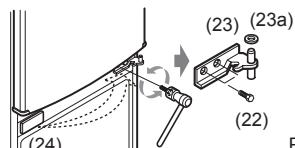
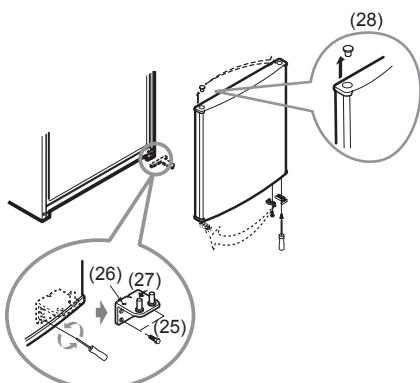

Рис. 7
Рис. 8
- Снимите центральную дверную петлю (23) рис. 7, открутив болты (22) рис. 7 шестигранником на 5мм;
- Заглушку (24) рис. 7 зафиксируйте с противоположной стороны холодильника;
- Снимите шайбу (23) рис. 7 с центральной петли (23а) рис. 7. При последующей установке установите шайбу на верхний штырь петли;
- Снимите нижнюю дверную петлю (26) рис. 8, открутив винты (25) рис. 8 открутите стержень (27) рис. 8 и зафиксируйте его с противоположной стороны петли (26) рис. 8 используя ключ на 6 мм;
- Снимите заглушку (28) рис. 8 в верхней части двери морозильного отделения и установите с противоположной стороны;
- Установите нижнюю дверную петлю (26) рис. 8 морозильного отделения, далее дверь морозильного отделения, центральную дверную петлю (23а) рис. 7 холодильного отделения, дверь холодильного отделения, верхнюю дверную петлю (19) рис. 6, подключите соединительный кабель (9) рис. 2, установите крышку (13) рис. 4 (11) рис. 3 и (7) рис. 2 в обратной последовательности.